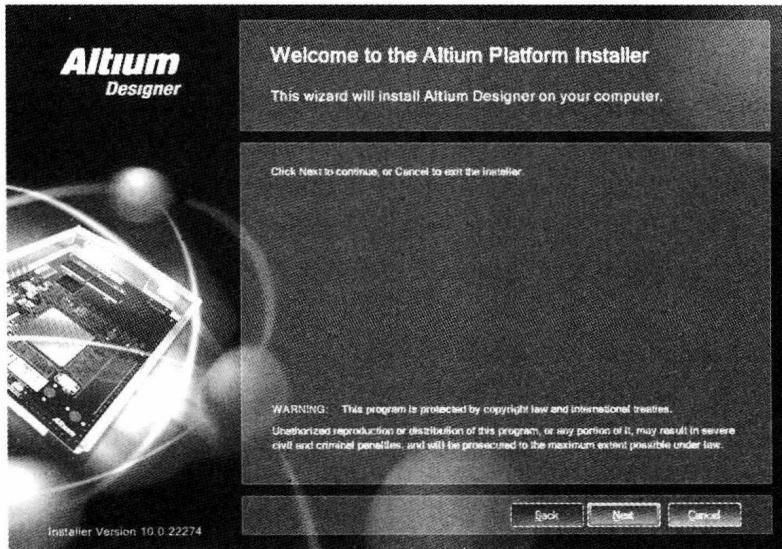

图 1-2 Altium Designer Release 10 安装向导窗口
**步骤 03** 弹出 Altium Designer Release 10 安装向导窗口,如图 1-2 所示。